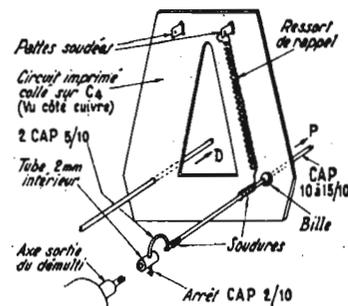

Fig. 33. — Détail de l'accouplement d'un servo
A. — Accouplement des servomécanismes (voir figure 33)